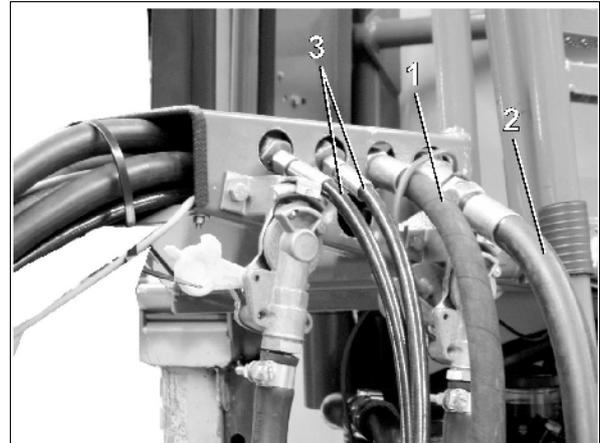

Fig. 21
- Hydraulikschlauch-Leitung (Druck-Leitung P) (Fig. 21/1) angeschlossen an einen Hydraulik-Anschluss mit einem einfachwirkenden Steuergerät.
- Hydraulikschlauch-Leitung (Rücklauf-Leitung N) (Fig. 21/2) angeschlossen an einen Hydraulik-Anschluss mit einem drucklosen Rücklauf
- Hydraulikschlauch-Leitungen (Fig. 21/3) für hydraulischen Stützfuß an doppeltwirkendes Steuergerät anschließen.